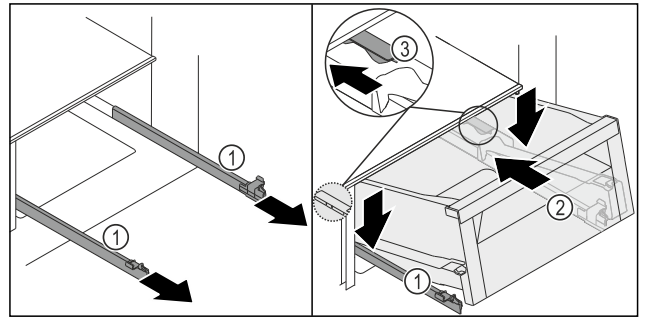
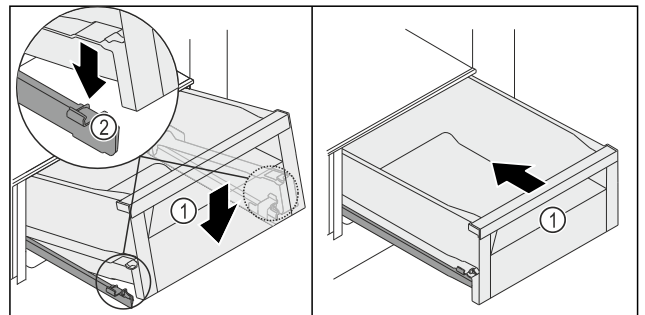

Fig. 171
Fig. 172
- Schienen Fig. 171 (1) festhalten und Schubfach Fig. 171 (2) von oben hinter dem Stopper Fig. 171 (3) auf den Schienen Fig. 171 (1) aufsetzen.
- Schubfach Fig. 171 (2) auf den Schienen Fig. 171 (1) bis zum Anschlag nach hinten schieben.
- Schubfach Fig. 171 (2) vorne absenken, so dass Schubfach links und rechts in die Klemme Fig. 172 (2) rutscht.
- Schubfach Fig. 172 (1) rastet hörbar ein.
- Schubfach Fig. 172 (1) einschieben.